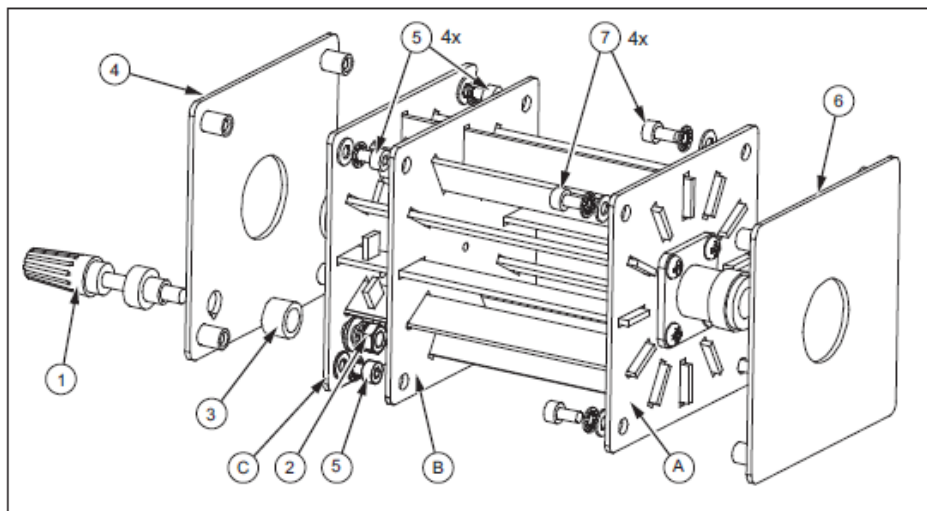

Рисунок 11. Токовый шунт в разобранном виде
Замена клеммы и алюминиевых концевых пластин (см. Рисунок 11) выполняется в следующем порядке:
1. Снимите входную концевую пластину (Рисунок 11- ⑥).
1. Снимите выходную концевую пластину (Рисунок 11- ⁴).